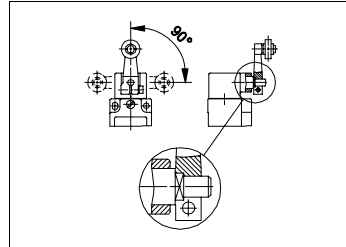

Abb. 1: Vertikale Umstellung des Betätigers
- Schwenkhebel so montieren, dass die Vierkante von Antriebswelle und Schwenkhebel ineinander greifen (siehe Abb. 1).